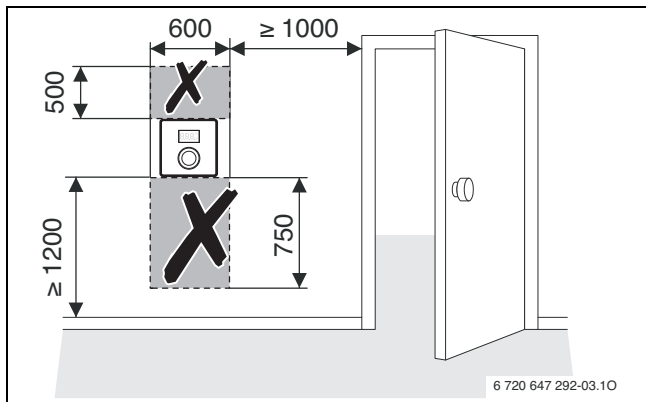

Fig. 1
- ▶ Välj en lämplig monteringsplats på en jämn vägg (→ bild 1, sidan 98).